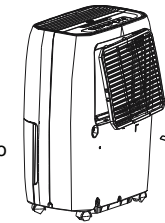

Fig. 8
- Agarre la ventana del filtro y tire hacia arriba, luego retírelo como se muestra en la Fig.8.